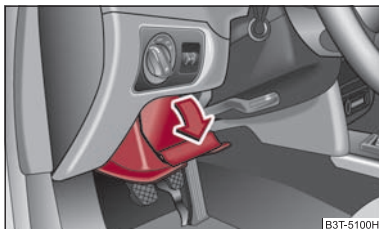

Fig. 105 Cuadro de interruptores:
- El compartimento guardaobjetos se abre levantando el tirador y abriéndolo en sentido de la flecha ⇒ fig. 105.